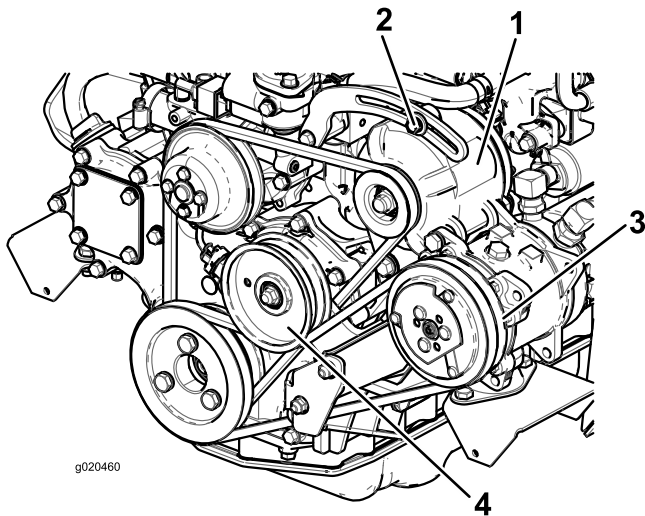

Figura 71
Si la desviación no es de 10 mm, afloje los pernos de montaje del alternador (Figura 71).
2. Si la desviación no es de 10 mm, afloje el perno de montaje de la polea tensora (Figura 71).